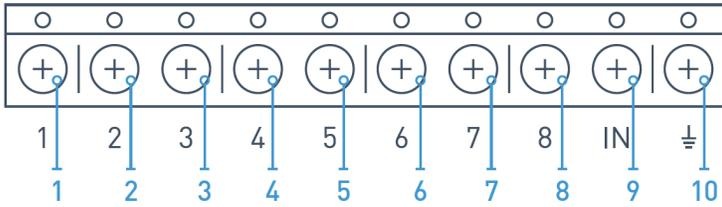

IMAGEN 16. Salidas principales y entrada "IN" del receptor
6.3. Las salidas con números del 1–8 (IMAGEN16) corresponden a 8 alarmas de zona nominales principales.